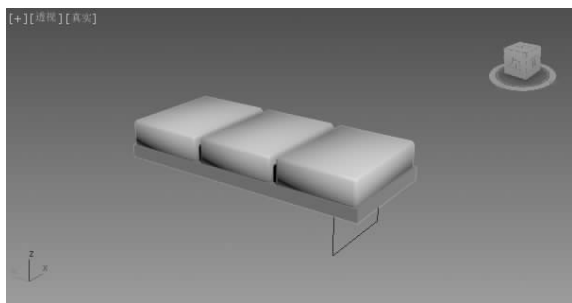

图 3.40 创建线
(7) 在“创建”面板下选择“图形”按钮下“样条线”选项下单击“线”按钮，创建后的效果如图 3.40 所示。